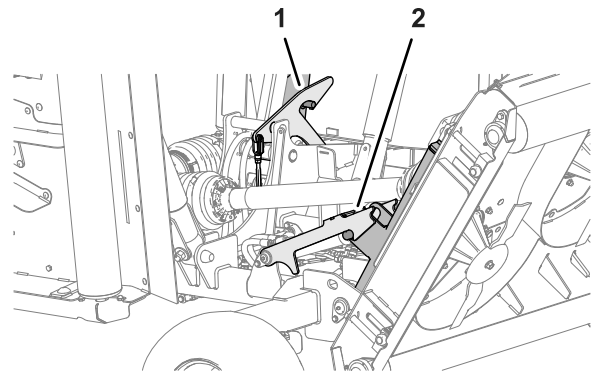

Figure 40
5. Lorsque les tabliers sont complètement levés, relâchez le cordon et la commande d'accessoire. Les verrous des tabliers bloquent les goupilles des tabliers (Figure 40).